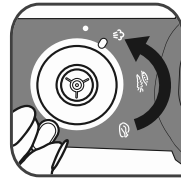

fig. 7
- Gire la válvula (**A**) hasta la figura siguiente:  - Fig. 7.